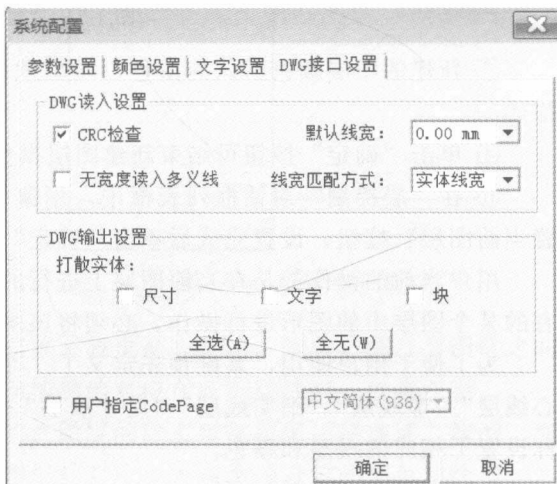

图 1-15 “DWG 接口设置”选项卡
④ 单击“DWG 接口设置”选项卡，在对话框中可以设置读入和输出 DWG 文件的参数，如图 1-15 所示。